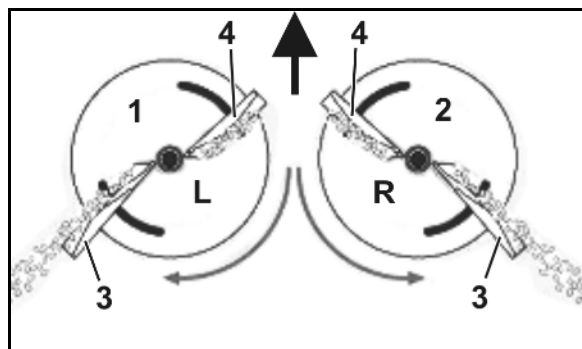

Рис. 27
4. Уберите гидравлические шлангопроводы в предназначенное для них место. Рис. 27